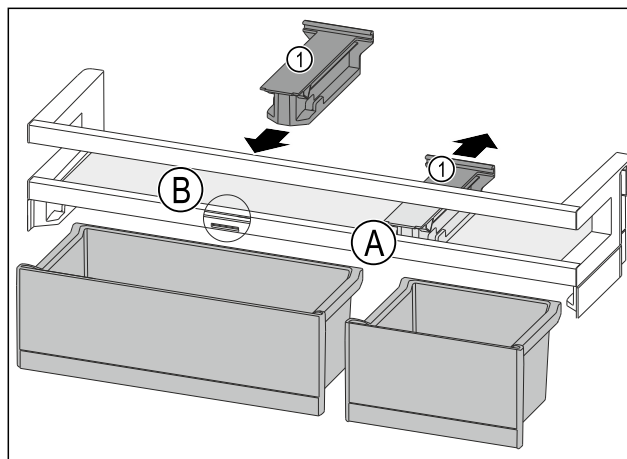

Fig. 118
- ▶ Pociągnąć element trzymający Fig. 118 (1) w pozycji Fig. 118 (A) do tyłu.
- ▶ Włożyć element trzymający Fig. 118 (1) w pozycji Fig. 118 (B).